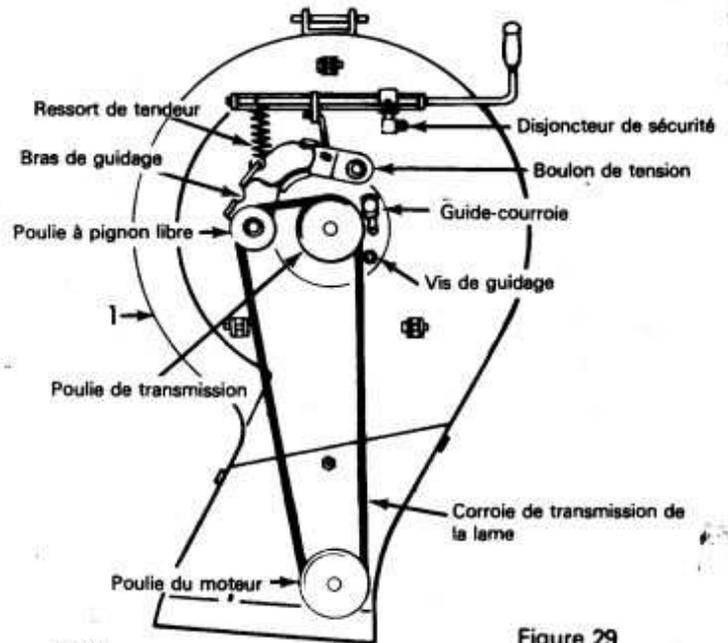

Figure 29
Régler un des supports fendus arrières (côté droit ou côté gauche) montrés dans la figure 26. Oter la goupille et l'axe de chape du support fendu arrière. Tourner le support fendu arrière dans le sens des aiguilles d'une montre pour élever ou dans le sens contraire pour baisser le carter de lame. Le réglage est accompli lorsque les points 1 et 2 (voir la figure 29) sont à la même hauteur du sol.
- Faire glisser la courroie de transmission de la lame de sa place sur la poulie du moteur (voir la figure 29.)
COURROIE DE TRANSMISSION DE LA LAME figure 29